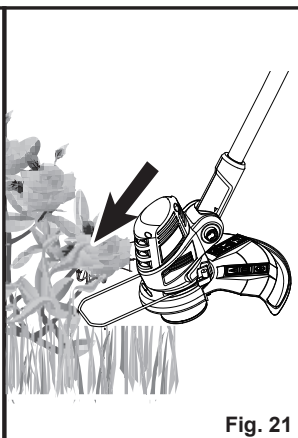

Fig. 21
- Manœuvrez l'outil avec précaution autour des objets, tels que les arbres et les buissons, en veillant à ce qu'il n'entre pas en contact avec eux. Utilisez le protège-fleurs pour vous assurer que le dispositif de coupe n'entre pas en contact avec des plantes fragiles (Fig. 21).